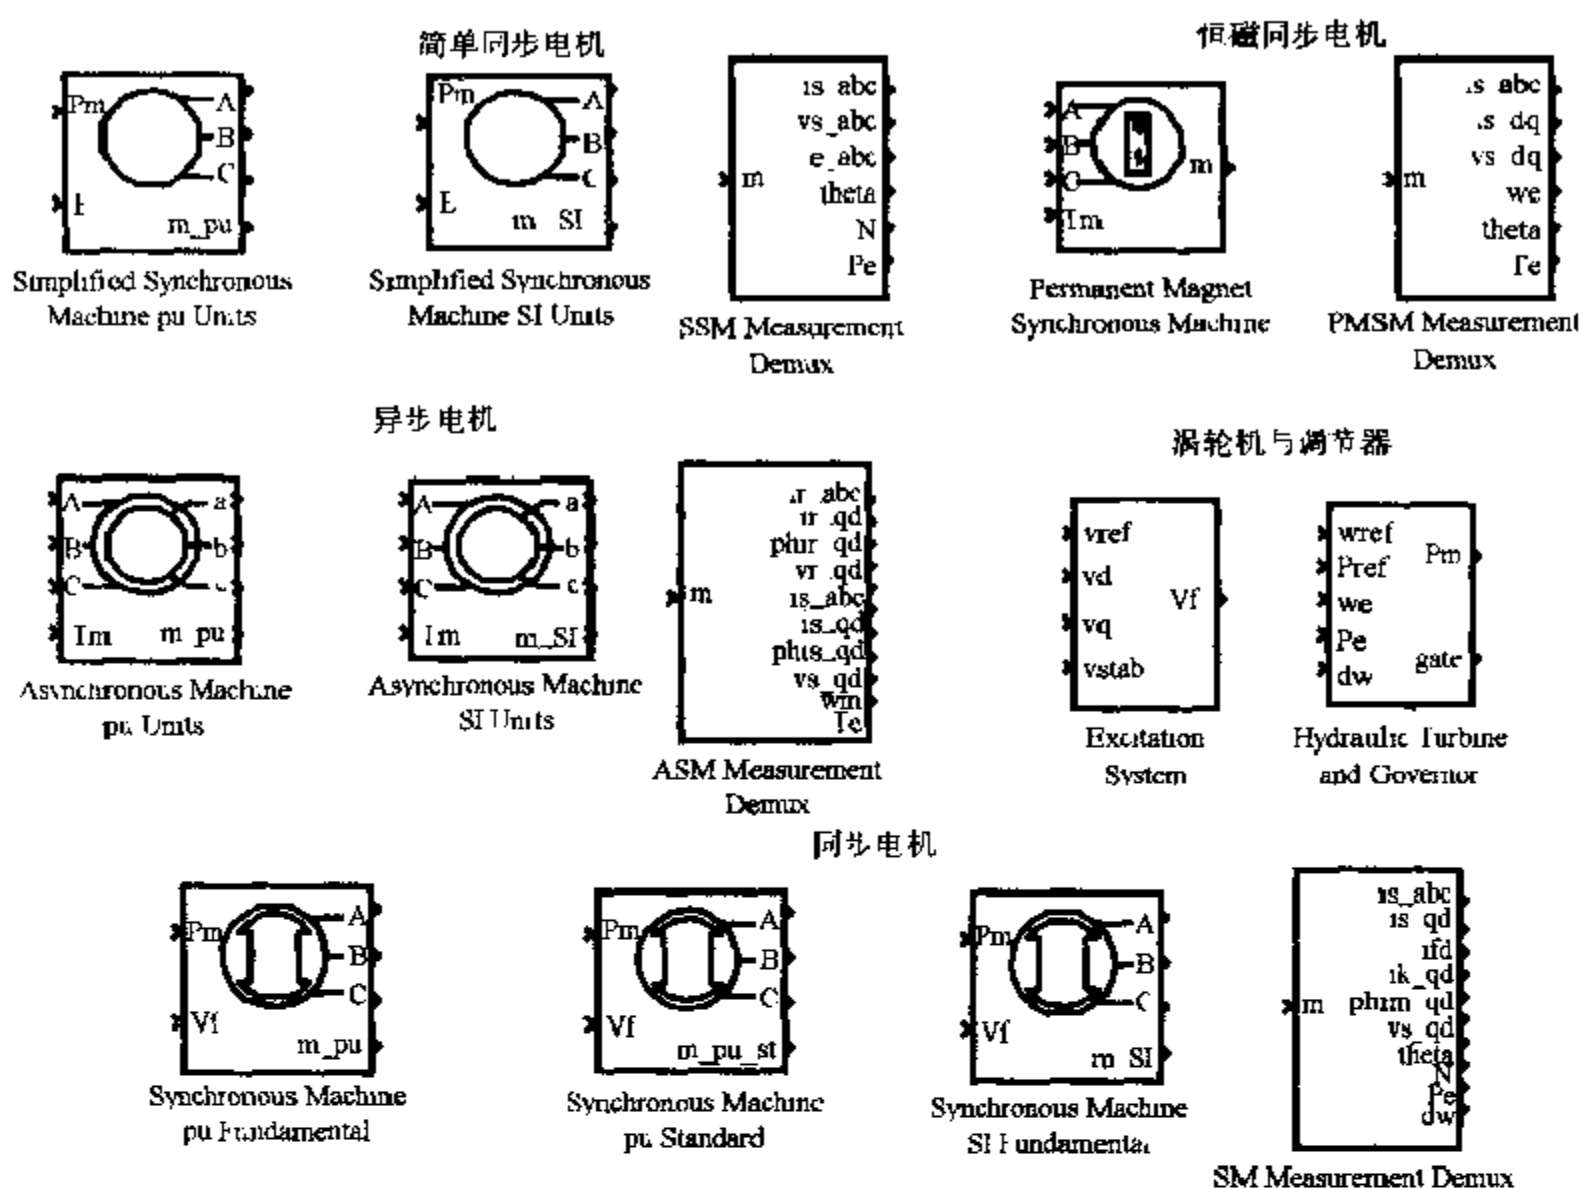

图 6.44 电源系统模块集电机模块库中的模块
6) 电机模块库中的模块如图 6.44 所示, 包括简单同步电机三个模块, 恒磁同步电机两个模块, 异步电机三个模块, 涡轮与调节器两个模块, 同步电机四个模块。